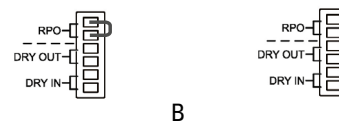

Fig. 23. Conector para o RPO externo.
- Ao retirar o conector fêmea da base onde está inserido. Este conector está ligado a um cabo como derivação que fecha o circuito (ver Fig. 23-A).
- Ou ao acionar o botão externo ao equipamento e pertencente ao utilizador e instalado entre os terminais do conector (ver Fig. 23-B). A ligação ao interruptor deve ser realizada no contacto normalmente fechado (**NC**), pelo que abrirá o circuito ao ser acionado.